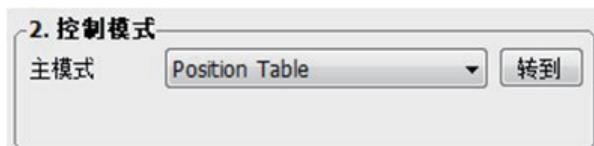

图 7.5.2选择Position Table
1) 打开M Servo Suite，与驱动器建立通讯连接（通讯连接步骤请参考软件使用手册），在第1步：配置界面，将“2.控制模式”中的主模式选择为“Position Table”。如图 7.5.2选择Position Table